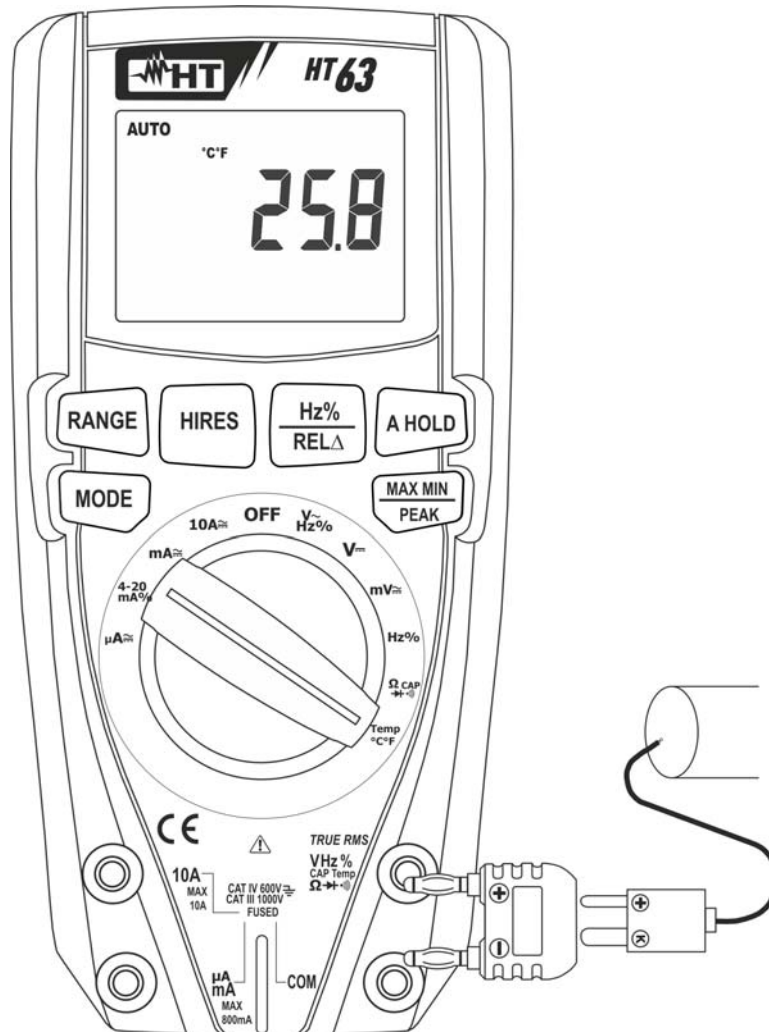

Abb. 8: Verwendung des Gerätes für Temperaturmessung
3. Verbinden Sie den mitgelieferten Adapter in die Eingangsbuchsen **VHz%CAPTemp Ω** (Polarität +) und **COM** (Polarität -) (siehe Abb. 8).